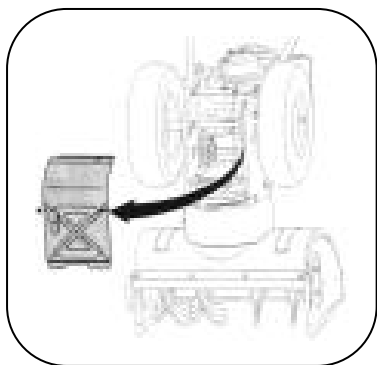

Bild 28
3. Luta försiktigt snöslungan uppåt och framåt så att den vilar på matarsnäckans hölje. Avlägsna ramkåpan på undersidan av snöslungan genom att ta bort de fyra självgående skruvarna som håller fast den. Se bild 28.